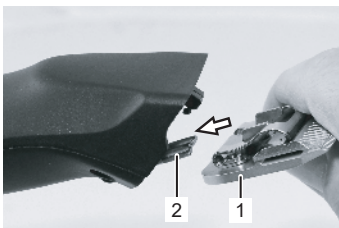

Fig. 17
6. Fixe a nova cabeça de tosquia na articulação e empurre a cabeça de tosquia em direcção à máquina com uma leve pressão (Fig. 17, 18, 19).